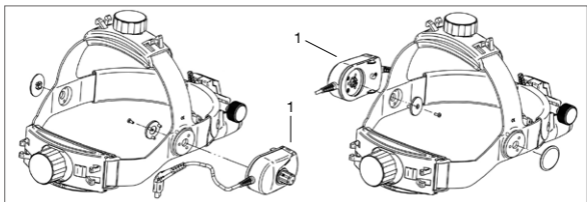
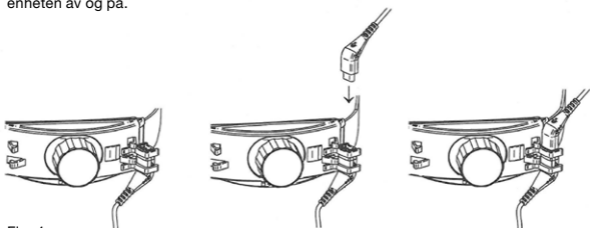

Fig. 3 Feste hodebåndreostaten
Fig. 4
Hodebåndreostaten (1) kan monteres på venstre eller høyre side av hodebåndet (se fig. 3). Hodebåndreostaten (1) kan deretter brukes til trinnløs justering av lysstyrken.
For oppsett av ML4 LED med mPack eller EN50, koble den korte ledningen fra lysstyrkeregulatoren med tilkoblingsledningen mPack UNPLUGGED/Cinch og fest denne til den bakre delen av hodebåndet (fig. 4). Koble instrumentet til Cinch-kontakten på mPack eller EN 50. Reostaten (1) (fig. 3) brukes til å justere lysstyrken og til å slå enheten av og på.